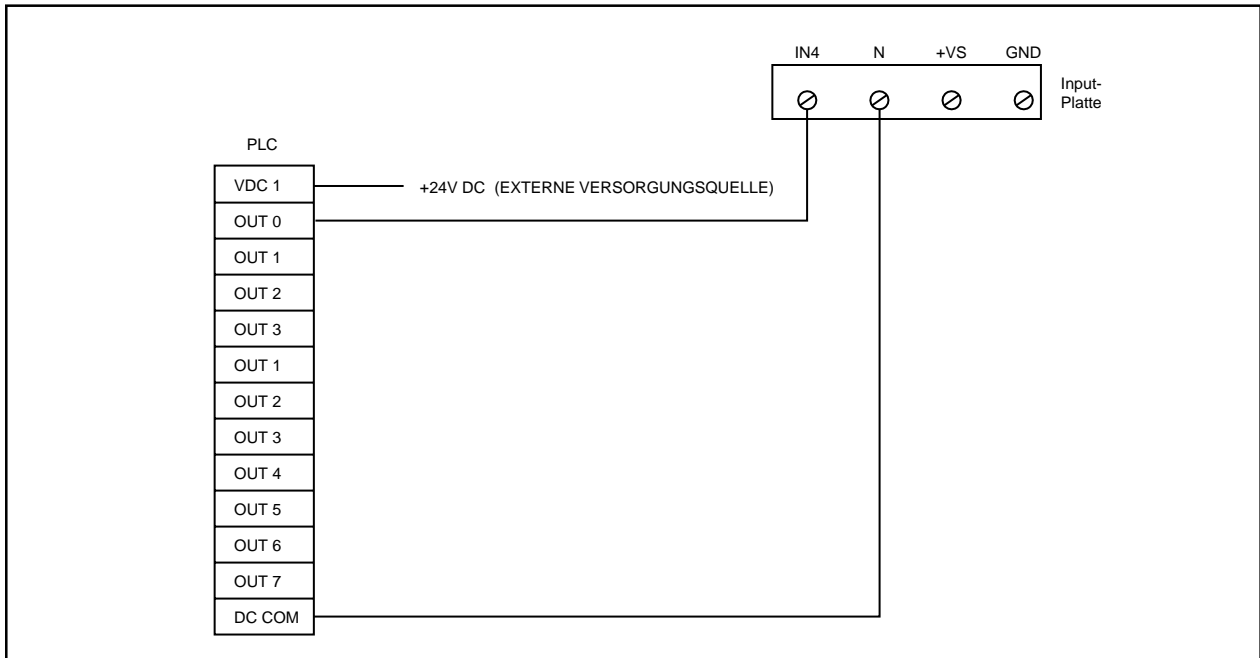

Abb. 11. Anschluss einer 24V-Input-Platte an einen PLC
Tabelle 1. Kompatibilität mit dem programmierbaren logischen Regler (PLC): PLC-Output in Übereinstimmung mit den Input-Parametern des Produkts. Sehen Sie dazu auch Abb. 11 und 14
5. Regeln Sie gegebenenfalls die Lautstärke, indem Sie das Potentiometer auf der Hauptplatte (Abb. 11) justieren.